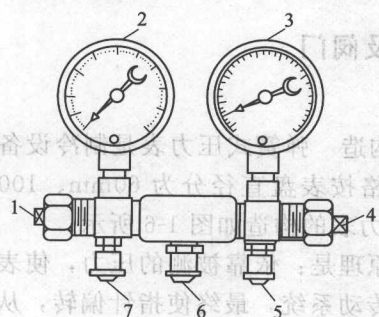

图 1-8 三通修理阀
(2) 三通修理阀 三通修理阀又称为专用组合阀,如图 1-8 所示。这种阀上部装有两块表,一块是真空表,用来监测抽真空时制冷系统内的真空度;另一块是压力表,用来监测充注制冷剂时的蒸发压力。三个连接口分别与制冷剂钢瓶或定量充注器、压缩机、真空泵相接。如图 1-8 所示,阀 4 打开,阀 1 关闭,进行抽真空;阀 1 打开,阀 4 关闭,进行充注制冷剂。在维修操作中,使用这种阀门可以使抽真空和充注制冷剂同时在一块修理阀上完成,使用方便,操作快捷。
(3) 五通修理阀 在家用制冷设备维修中,常同时采用三种抽真空的方法进行抽空操作,以提高制冷系统的真空度,使用二通或三通修理阀就显得非常不方便。目前在一些维修部门中,应用的是一种五通修理阀,它具有方便实用、功能齐全、操作简便的优点。